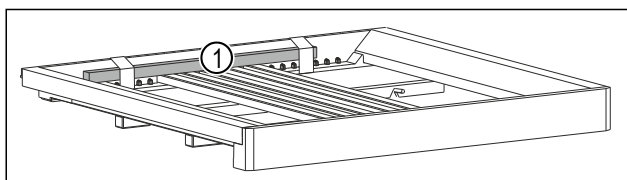

Fig. 49 *
- ▶ Odstraňte dřevěnou tyč Fig. 49 (1)*